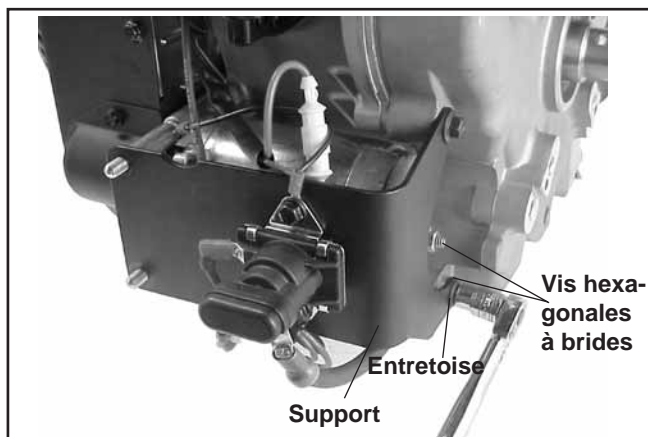

Figure 11-48. Installation du réservoir de carburant/support de solénoïde (certains modèles).
3. Installer le réservoir de carburant/support de solénoïde (s'il y en a un) sur les goupes de montage. Fixer avec les deux vis hexagonales à brides à travers la plaque de fermeture avec l'entretoise simple derrière le support sur la vis inférieure. Serrer les vis au couple de 24,4 N·m (216 in. lb.). Voir figure 11-48. Si le support est installé avec la plaque de fermeture, consulter la figure 11-20 pour obtenir la séquence de couple correcte.